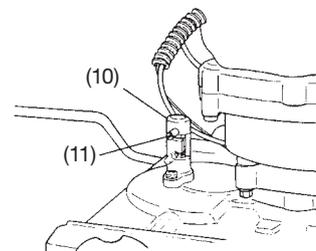

Fig. 8
- 6) Quando la trivella viene inceppata mentre si scava, ed è difficile ritirarla dal suolo, arrestare il motore e bloccare la trivella con il perno di blocco, per facilitare il lavoro. (Fig. 8). (La regolazione del perno di blocco viene fatta girando leggermente la testa di potenza mentre si preme il perno. Poirocere l'impugnatura del perno nel senso orario per bloccare).